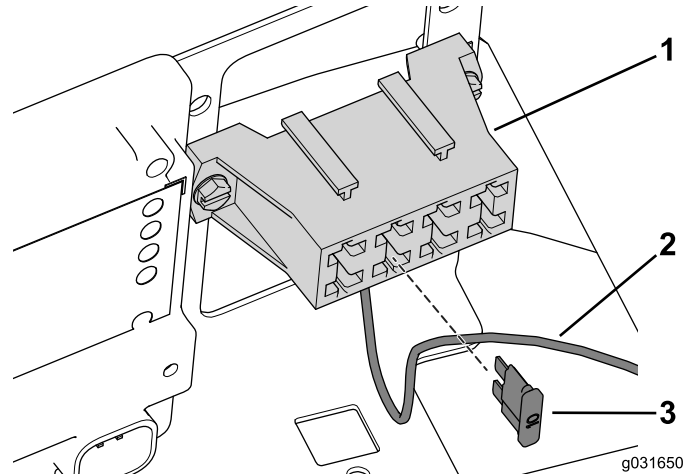

Figura 51
- Conecte el cable de alimentación de la cabina a una ranura vacía del bloque de fusibles (Figura 51)
- Instale un fusible de 10 A en la ranura que corresponde al cable (Figura 51).